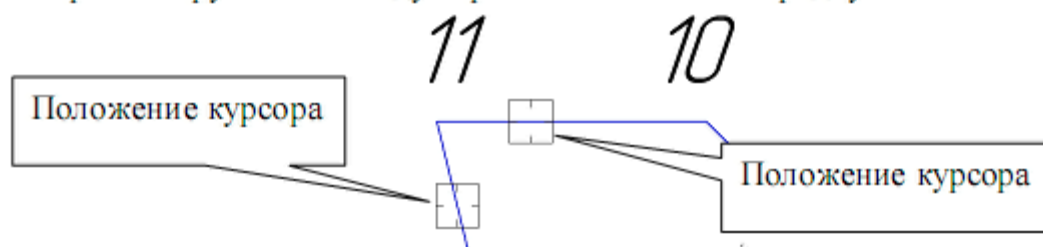

Рис. 30
- Для построения отрезка 11-1 воспользуйтесь командой *Замкнуть кривую*, рис. 30. Для завершения построения нажмите *Прервать команду*
Так как **поле значения радиуса активно**, наберите значение «10», курсором отметьте последовательно отрезки 1 - 11 и 10 - 11, рис. 30. Аналогично постройте скругление между отрезками 5 – 6 и 6 – 7 радиусом 6 мм.